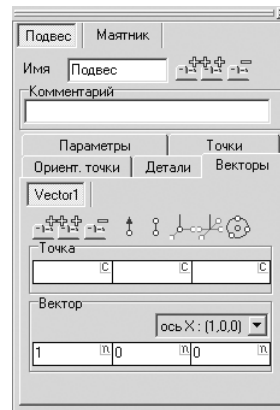

Рис. 1.24. Окно **Инспектор** с открытой вкладкой **Векторы** для тела **Подвес** и ячейками для ввода начальной точки вектора и направления вектора
- щелкните на вкладке **Векторы** по кнопке  – **Добавить новый элемент**. Появятся ячейки для ввода начальной точки вектора и направления вектора, см. рис. 1.24;